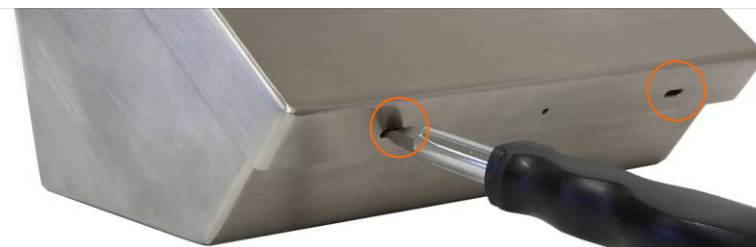
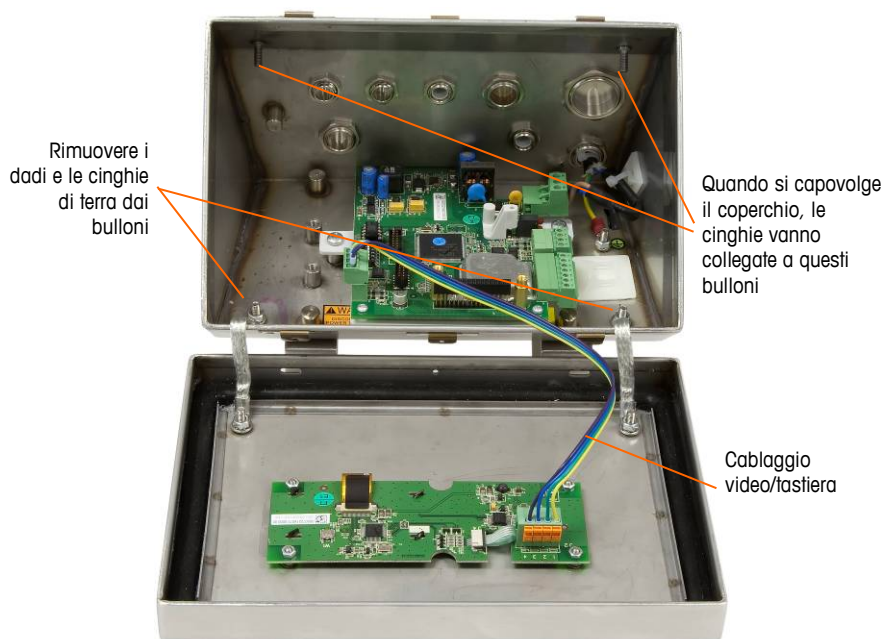

Figura 2-4: apertura dell'armadietto per ambienti difficili IND331
Figura 2-21: allentamento delle cinghie di terra
Per aprire l'armadietto per ambienti difficili, utilizzare un cacciavite a lama piatta. Inserire la lama in ciascuno degli slot del coperchio (indicati nella Figura 2-4) per comprimere il fermo a molla, fino a quando il coperchio non si solleva. Liberati gli angoli, premere il coperchio verso l'alto fino a quando non libera il bordo anteriore dell'alloggiamento. Quindi, premerlo all'indietro per sbloccare i due fermi a molle rimanenti. Sollevarlo delicatamente ed esporlo. Il coperchio è collegato all'armadietto tramite due pressacavi/cavi di terra ed è collegato alla scheda madre tramite il cablaggio video/della tastiera (vedere Figura 2-21).
- b. Allentare e rimuovere i due dadi che fissano le due cinghie di messa a terra (che funzionano anche da cardini per il coperchio anteriore) sull'alloggiamento anteriore. Vedere Figura 2-21.